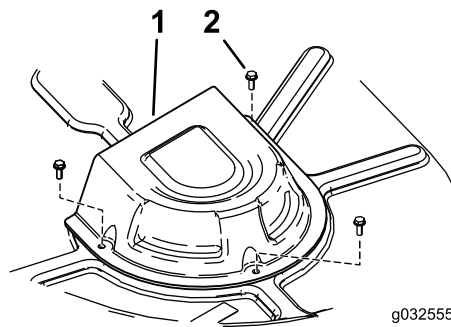

Figure 59
4. Déposez les couvercles de poulie (Figure 59).
- Posez les couvercles de poulie (Figure 59).